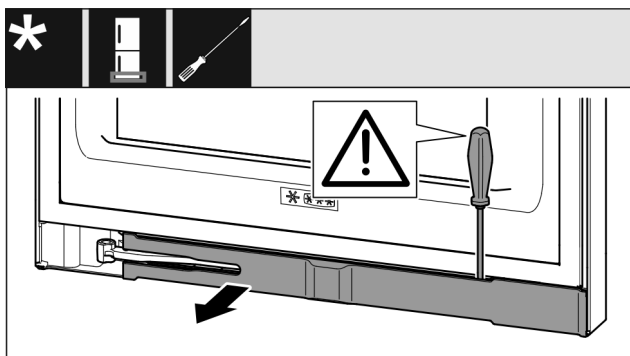

Fig. 13
- ▶ S ploščatim izvijačem sprostite zaslonko in jo obrnite na stran. (glejte Fig. 13)